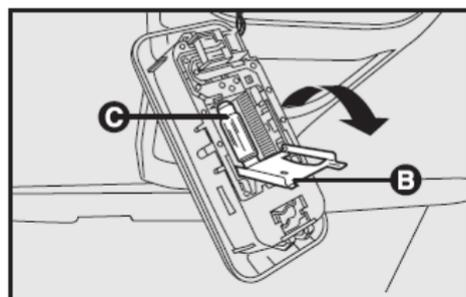

fig. 32
- Abra la tapa B-fig. 32 en el sentido de la flecha;
- Sustituya la lámpara C-fig. 32 ejerciendo una presión con la misma lámpara hacia el lado del resorte;
- Cierre la tapa B-fig. 32, presionándola;